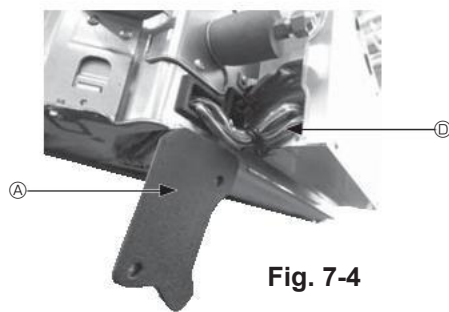

Fig. 7-4
① Avlägsna de två skruvarna som håller kabelskyddet på huvudenheten och öppna skyddet.
② Dra kablarna från i-See-sensorn och signalmottagaren genom kabelinloppen i el-komponentlådan som visas på bilden och genom dragavlastningen i huvudenheten. (Fig. 7-4)